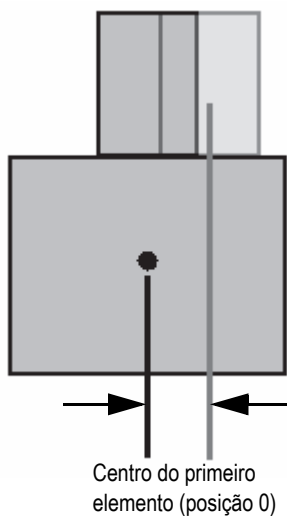

Figura 4-8 Offset secundário
- e) Selecione **Offset secundário** e, em seguida, insira **0** para indicar que a sonda está centralizada no calço do eixo secundário. Se a sonda não está centralizada no calço, insira o valor apropriado (veja Figura 4-8 na página 117).